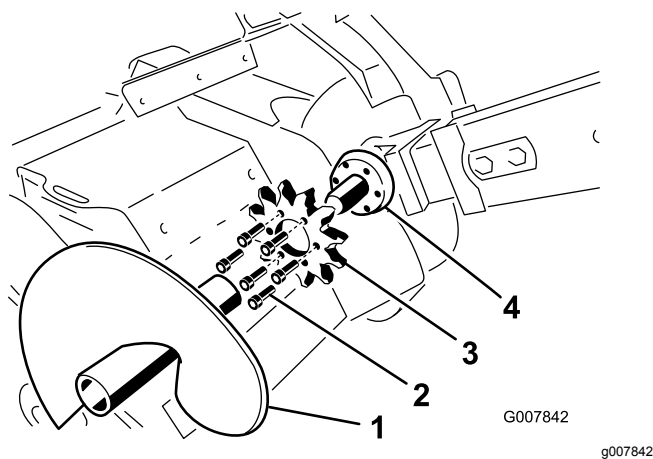

Figure 61
4. Déposez la vis sans fin de débrayage (Figure 61).
9. Retirez les 6 boulons de fixation du pignon d'entraînement (Figure 61).
10. Déposez le pignon d'entraînement et mettez-le au rebut (Figure 61).
11. Nettoyez la surface de montage du pignon sur la trancheuse (Figure 61).
12. Glissez le nouveau pignon d'entraînement sur l'arbre (Figure 61).
13. Vissez à la main les 6 boulons dans le pignon d'entraînement (Figure 61).